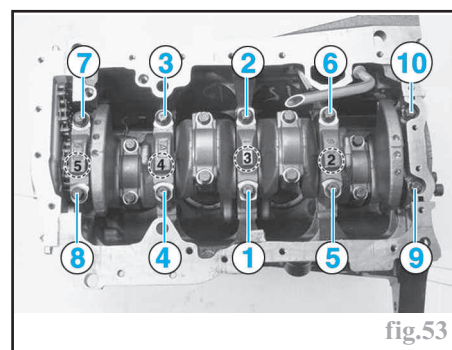

fig.53
- reposer et serrer les chapeaux de paliers de vilebrequin (sauf le n°1 sans repère) (n°5 côté distribution et repère lisible côté opposé au tube de jauge à huile) avec des vis neuves, en respectant l'ordre de serrage prescrit (fig.53),
- Desserrer progressivement par passes successives et dans l'ordre inverse de serrage prescrit (fig.53), les paliers de vilebrequin et les déposer, avec leur coussinet pour les ranger dans l'ordre sans les dépareiller.